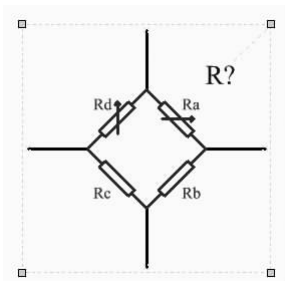

图 2-35 选取单个对象
(1)选取单个对象:在目标对象(元件、导线、总线等)上单击,目标对象周围将出现一个虚线框,且其顶点上有绿色矩形块标记,如图 2-35 所示。